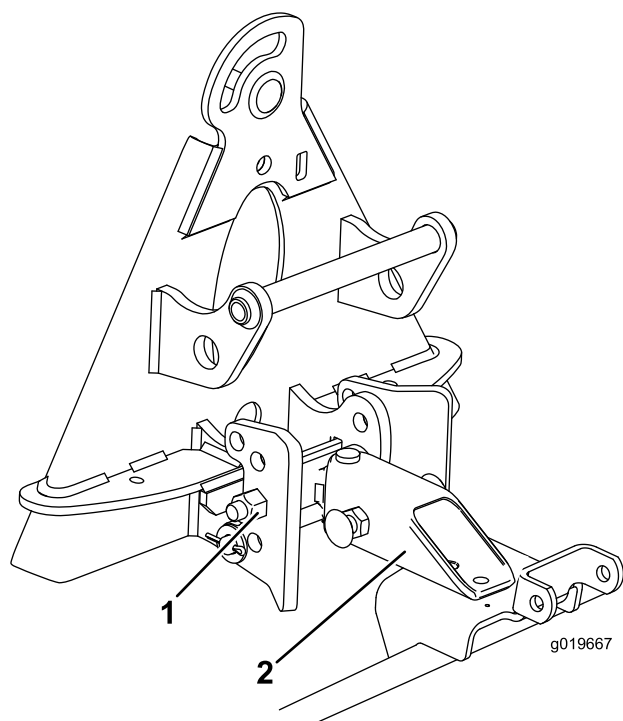

Figura 14
1. Monte o conjunto de engate nos furos inferiores do suporte de paragem (Figura 14).
2. Alinhe a parte mais comprida do tubo do garfo para cima e monte-a por cima do conjunto de suporte (Figura 14).